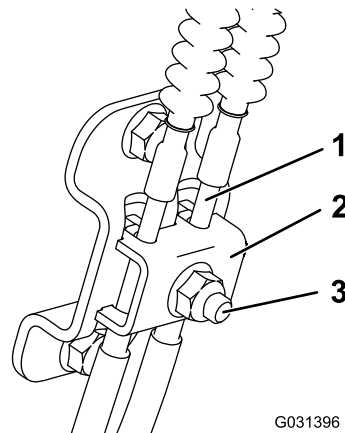

Figura 50
4. Allentate il bullone sul morsetto per cavi sul lato sinistro della macchina (Figura 50).